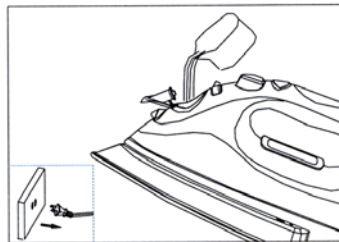

Fig. 1
1. Ouvrez le couvercle de l'entrée d'eau. Tenez le fer à un angle léger, versez l'eau doucement dans l'entrée d'eau. (Fig. 1). Remplissez le réservoir au niveau «MAX» à l'aide du godet. Lorsque le fer est debout, le réservoir transparent vous permet de déterminer la quantité d'eau. À FAIRE... NE FAITES PAS DÉBORDER le réservoir. Lorsque le fer est rempli, refermez le couvercle.